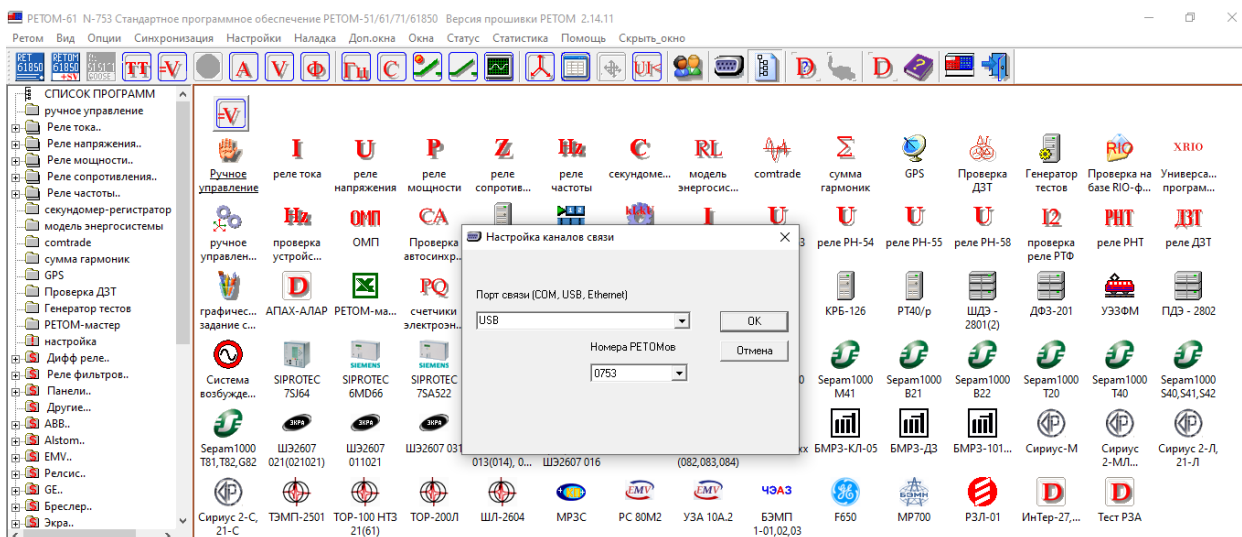

Рис. 44. Настройка каналов связи
- 11) Проверить правильность отображение аналоговых величин в «программе мониторинга», на дисплее терминала, учитывая допустимую погрешность измерения аналоговых величин 3% по модулю и 1° по углу [15]. Запустить программу «РЕТОМ» от имени администратора. На корпусе установки нанесен серийный номер, например, 0753. Выбрать «РЕТОМ» в диапазоне от 0000 до 2000 (рис. 44).